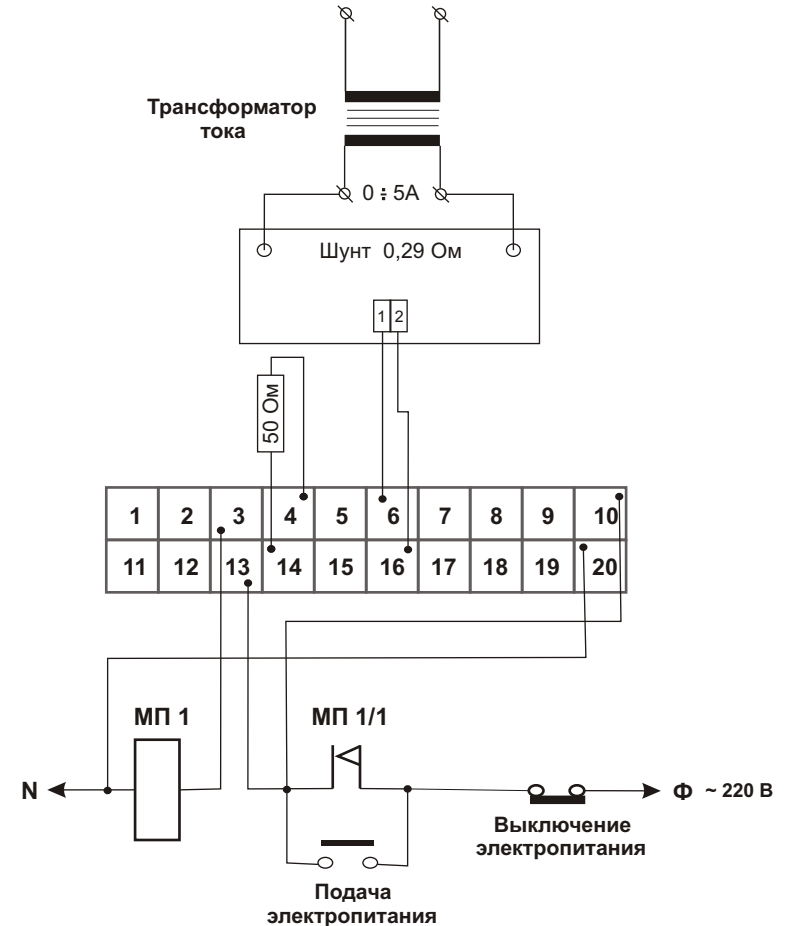

Рисунок 3
- подключить прибор посредством клеммника (рисунок 3, 4) и включить напряжение питания.
6.3 Если подключение прибора производится по схеме №1 (Рис. 3, стр. 5), которая предусматривает аварийное отключение установки (вместе с прибором) при пусковых токах, то необходимо выполнить следующие действия: